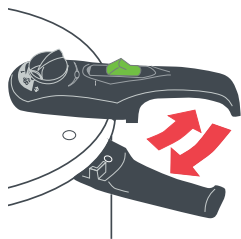

Fig.5
Couvercle (1). Fabriqué en acier inoxydable d'excellente qualité et de gros calibre. Le couvercle doit être bien emboîté et la pression de fonctionnement sélectionnée correctement pour que l'autocuiseur atteigne la pression suffisante. Pour mettre facilement en place le couvercle, alignez le repère ● qui se trouve à gauche du manche, sur la partie supérieure du couvercle, et le repère ● de la partie supérieure du manche de l'autocuiseur. (Fig. 5)